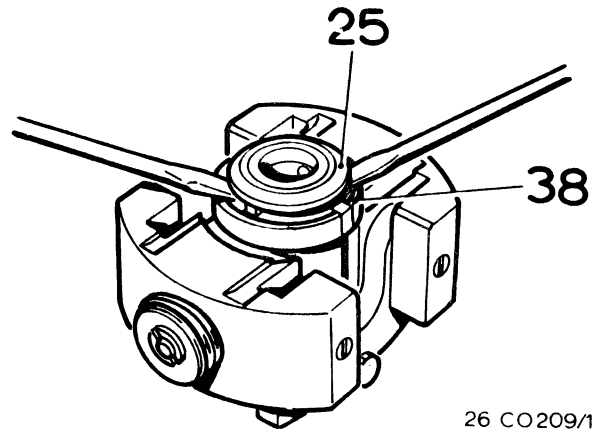

Fig. 5.
5. Demonteer de koppelpen (20) en verwijder het verbindingstuk (1).
6. Verwijder de bevestigingsbouten en neem de geleidebus (3) los.
7. Houd de nokkenas tegen en draai de nokkenasmoer (28) los met behulp van de speciale sleutel 4-99-535352.
8. Trek de meenemer (25) met behulp van de speciale trekker 4-99-535353 los van de nokkenas.
9. Neem de meenemer met behulp van twee schroevendraaiers uit de gewichtendrager (38) (fig. 5). Verwijder de trillingdemper (29).
5. Déposer l'axe d'accouplement (20) et enlever l'élément de connexion (1).
6. Déposer les vis de fixation et enlever le manchon de guidage (3).
7. Immobiliser l'arbre à cames et desserrer l'écrou de l'arbre à cames (28) à l'aide de la clé 4-99-535352.
8. Arracher l'entraîneur (25) de l'arbre à cames au moyen de l'extracteur spécial 4-99-535353.
9. Sortir l'entraîneur hors du porte-masselottes (38) à l'aide de deux tournevis (fig. 5). Déposer l'amortisseur de vibrations (29).